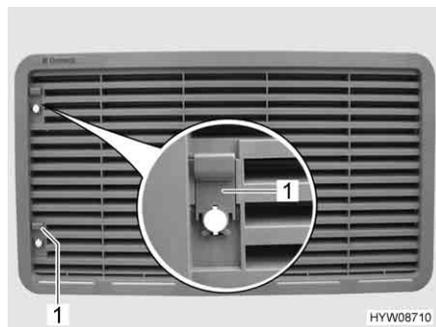

Bild 62 Kühlschrank-Lüftungsgitter
- Schieber (Bild 62,1) nach oben schieben.